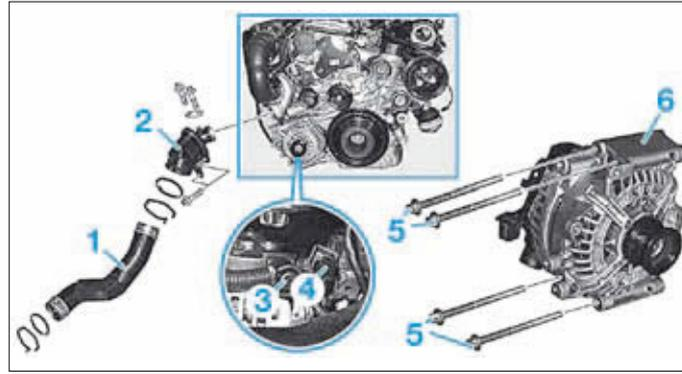

FIG. 3
- la durit d'air de suralimentation (1) (Fig.3),
- le collecteur d'air de suralimentation (2).
- Dévisser et débrancher les cosses (3) et (4).
- les fixations (5),
- l'alternateur (6) par le haut.